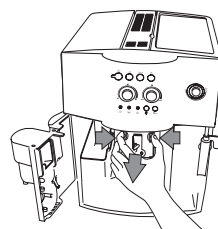

Figure 24
- Appuyez sur les deux boutons rouges de libération du café du système de préparation du café (Figure 24) et retirez-le.